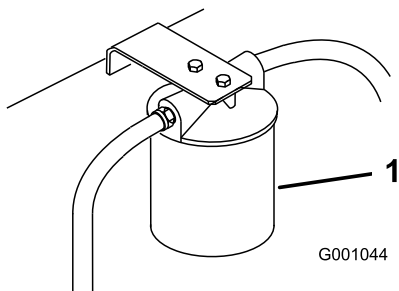

Figura 79
3. Coloque um recipiente de escoamento debaixo do filtro, retire o filtro antigo e limpe a superfície da junta do adaptador do filtro (Figura 79).